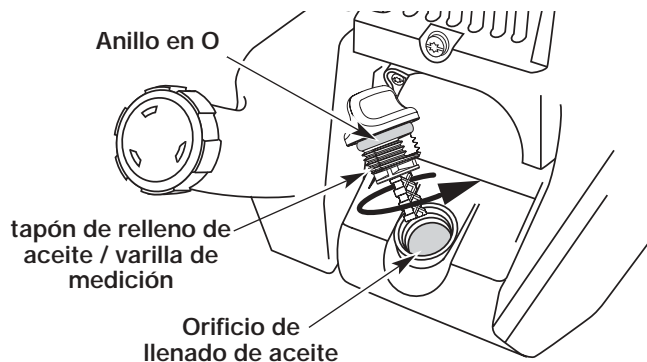

Fig. 17
6. Si el nivel está bajo, agregue una pequeña cantidad de aceite en el orificio de llenado de aceite y vuelva a medir (Fig. 17). Repita hasta que el nivel de aceite llegue hasta la parte superior de la varilla de medición.
NOTA: Verifique que el anillo en O esté en su lugar en el tapón de relleno de aceite / varilla de medición cuando mida y cambie el aceite (Fig. 17).